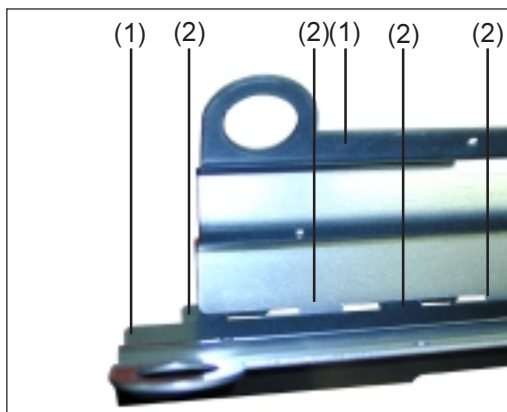
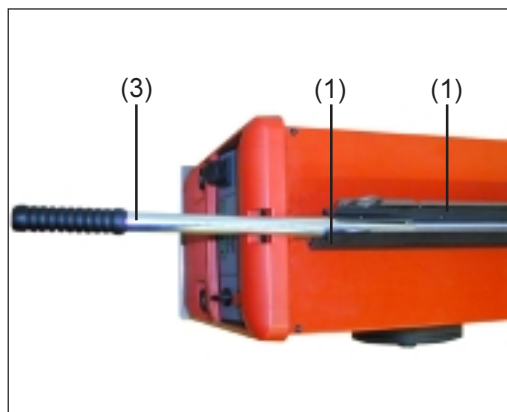

Fig. 20 Enclencher les tôles de la poignée l'une dans l'autre
Fig. 21 Tôles et tube de la poignée
1. Bien enclencher les tôles de poignée (1) l'une dans l'autre sur la poignée de la source de courant (4) avec les crans (2) (Fig. 20 et Fig. 21)
2. Placer la goupille (8) du tube de la poignée (3) dans les coulisses (6) des deux tôles de poignée
**REMARQUE!** Pour fixer les deux tôles de poignées (1) sur le dessus, utilisez deux vis Extru-Tite (5) d'un côté et deux vis Extru-Tite (7) de l'autre côté de manière à ce que les têtes de vis se trouvent toujours sur le côté avec le plus gros trou.
3. Fixer les tôles de poignée (1) l'une à l'autre sur le dessus avec quatre vis Extru-Tite (5) et (7)
**REMARQUE!** Pour fixer les deux tôles de poignée (1) au centre, utiliser deux vis Extru-Tite (9) d'un côté et deux vis Extru-Tite (10) de l'autre côté de manière à ce que les têtes de vis se trouvent toujours sur le côté avec le plus gros trou.
4. Fixer les tôles de poignée (1) l'une à l'autre au centre avec quatre vis Extru-Tite (9) et (10)